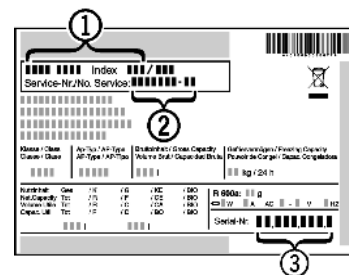

Fig. 26
- Считать обозначение устройства *Fig. 26 (1)*, сервисный номер *Fig. 26 (2)* и серийный номер *Fig. 26 (3)* с заводской таблички. Заводская табличка находится внутри устройства слева.